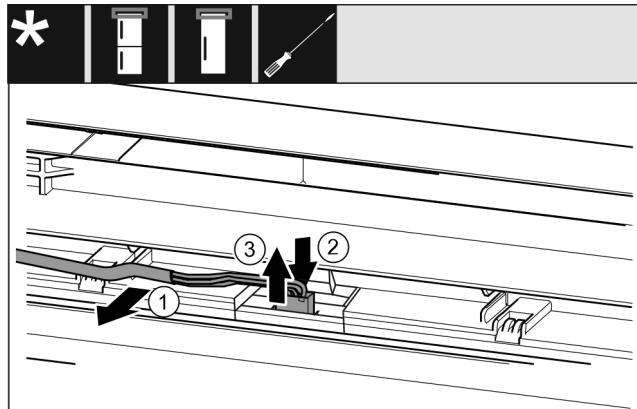

Fig. 22 制冷/冷冻组合/冰柜/冰箱
- ▶ 将电缆 Fig. 22 (1)小心地从门内的导向装置上松开。\*
- ▶ 向后按住插头后方的接片 Fig. 22 (2)。\*
- ▶ 小心地向上拉出插头 Fig. 22 (3)。\*